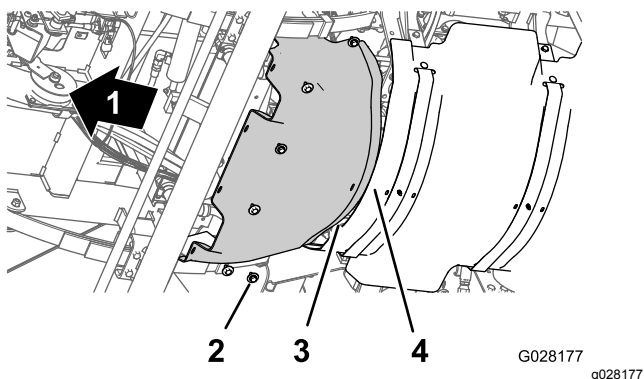

Figura 67
1. Alinee la brida trasera del protector térmico delantero sobre la brida delantera del protector térmico trasero (Figura 67).
- Alinee los taladros del protector térmico delantero con los taladros roscados del chasis (Figura 67).
- Monte el protector térmico delantero en la máquina con los seis pernos de cabeza hexagonal y las seis arandelas (Figura 67) que retiró en el paso 3 de Retirada del protector térmico delantero (página 4).